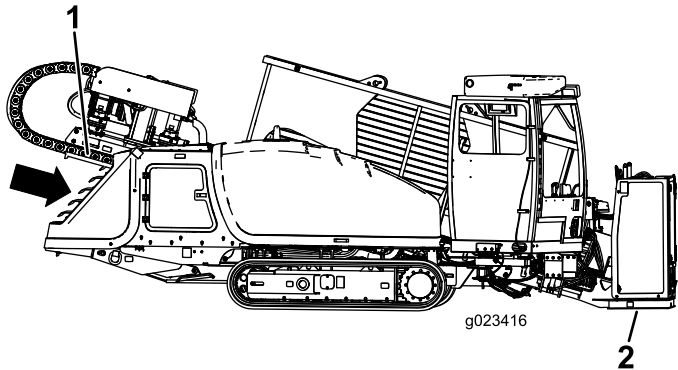

Figura 73
9. Abaixee a lança, inclinándoa até a placa entrar em contato com o solo (Figura 73).